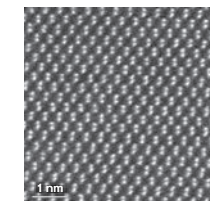

図6 Siの単結晶の原子レベルでの観察像
ケイ素 (Si) の単結晶を原子レベルで観察した像です。振動の影響による像のゆがみが入っていますが、Si (110) のダンベル像 (間隔 136 pm) が得られています (図6)。